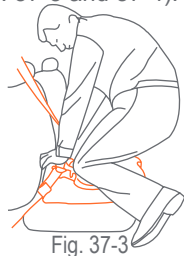

Fig. 37-3
6. La instalación apropiada del Asiento de Seguridad ó Base requiere que el cinturón de seguridad esté muy ajustado. Para apretar el cinturón de seguridad, empuje hacia abajo con fuerza con su rodilla ó mano sobre el Asiento de Seguridad ó Base mientras jala y aprieta el cinturón de seguridad. **Verifique que el cinturón de seguridad no esté flojo en cualquier lado del Asiento de Seguridad ó Base, ó en ninguna parte a lo largo del camino del cinturón, y que el cinturón esté ajustado de punta a punta** (Fig. 37-3 and 37-4).